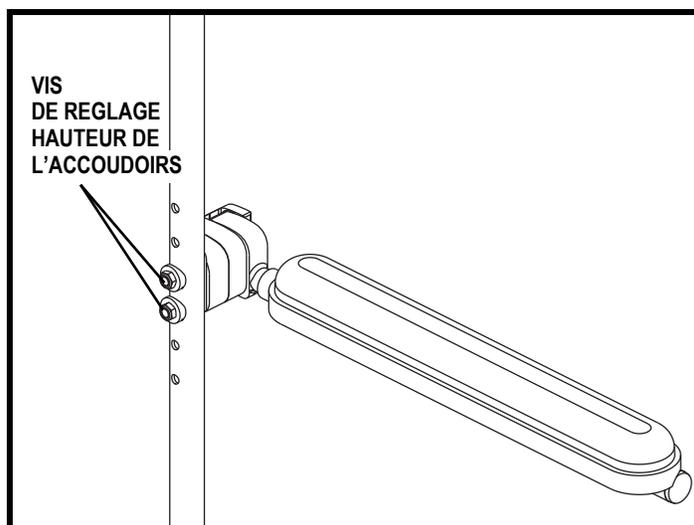

Figure 34. Réglage en hauteur des accoudoirs relevables
1. Enlever les vis de réglage hauteur de l'accoudoir. Voir la figure 34.